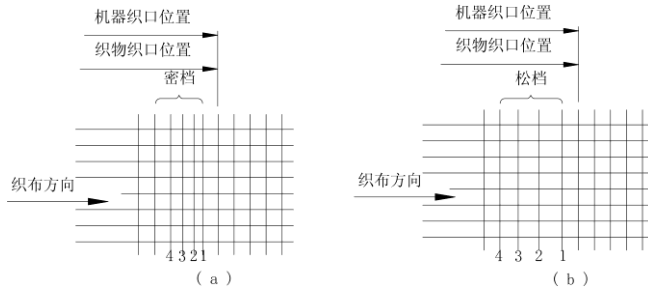

图 7-4：织口位置
- 个别机器由于织口补偿量过大，引起了经纱张力的变化。虽然调好了织口位置，但机器再启动后的第2纬起产生密档（如图 7-4(a)）或松档（如图 7-4(b)）。